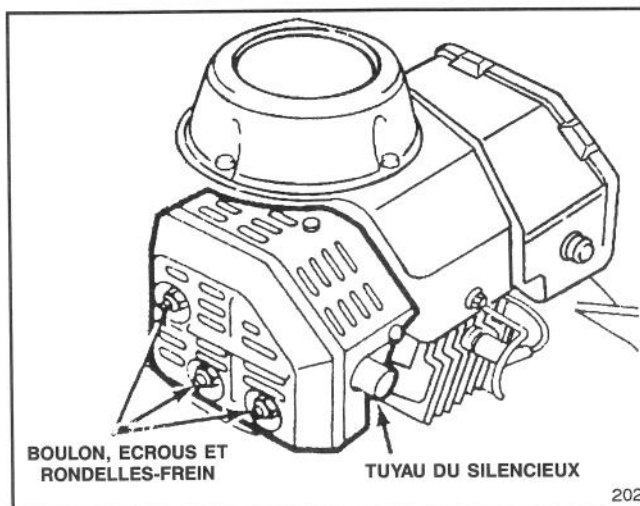

Figure 13
1. A l'aide d'un grattoir en bois dur, enlevez le carbone déposé au bout du tuyau du pot d'échappement (figure 13).
2. Enlevez les trois ensembles boulon, écrou double et rondelles (figure 13). Faites glisser le silencieux hors des goujons de montage.